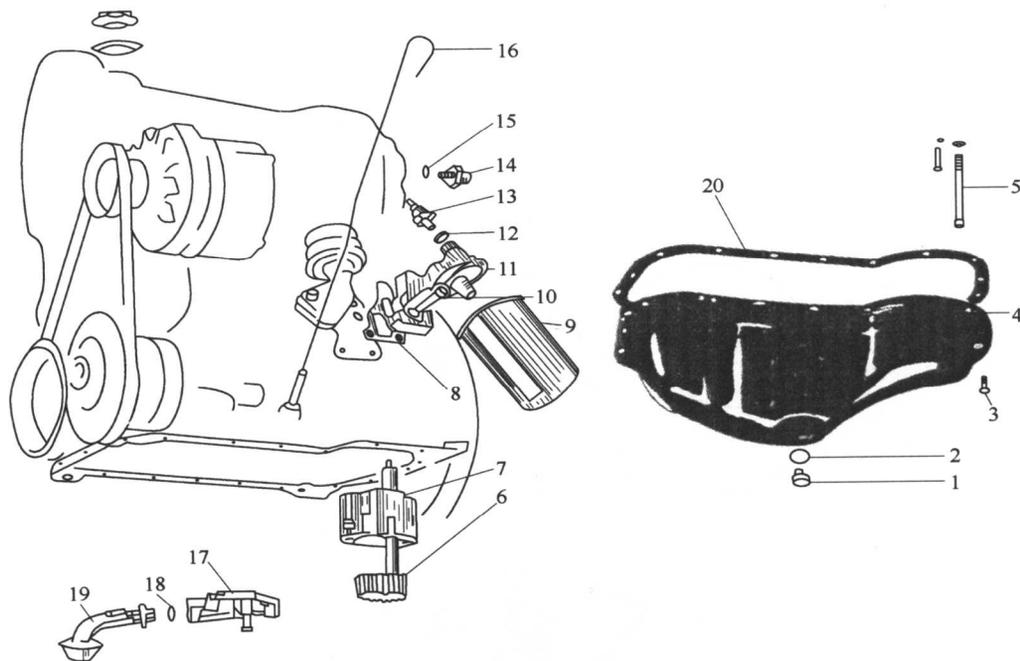

图 2-12 润滑系统零部件的分解图
(6)润滑系统零件的分解:润滑系零部件的分解如图2-12所示。